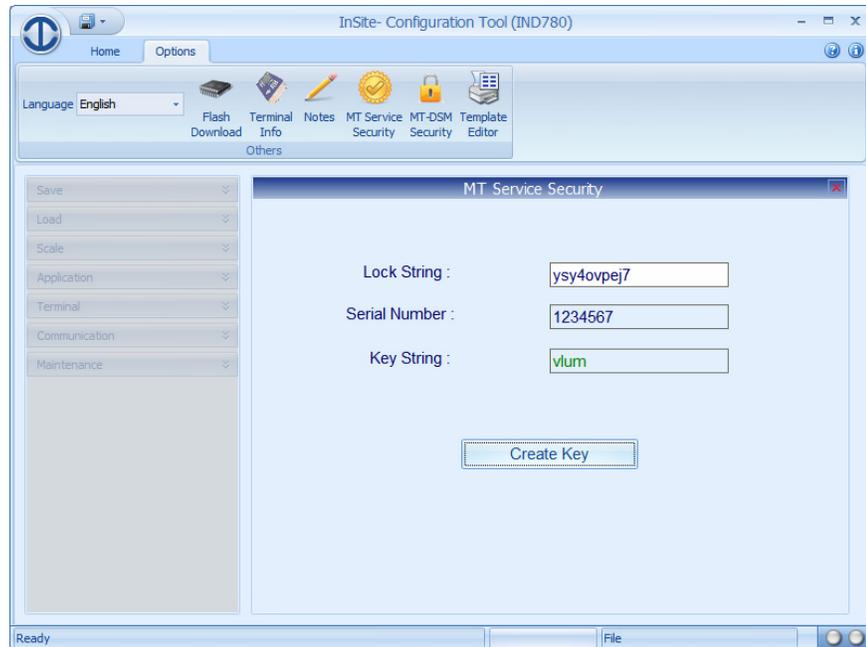

Figura 3-192: Scherma di creazione della stringa chiave di InSite
6. Per quanto riguarda la stringa di blocco, utilizzare una versione autorizzata di InSite per creare la stringa chiave corrispondente. In Figura 3-192, dopo aver inserito la stringa di blocco, premendo sul pulsante Create Key (Crea chiave) sarà generata la stringa chiave.